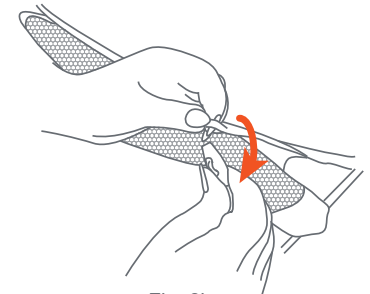

Fig. 8b
- **To open the mosquito net:** Unhook the fastener from the elastic loop to open the mosquito net (Fig. 8b).
- **Para abrir la mosquitera:** Desenganche el cierre del lazo elástico para abrir la mosquitera (Fig. 8b).